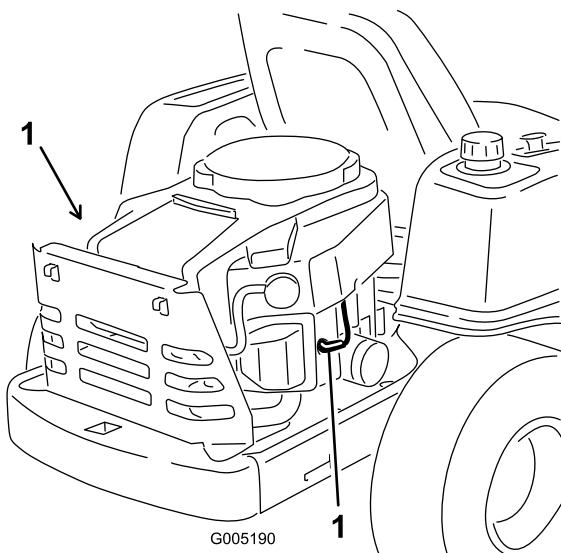

Figura 31
Togliete il cappellotto dalla candela (o candele) (Figura 31).
3. Collegate il cappellotto alla candela (Figura 31).